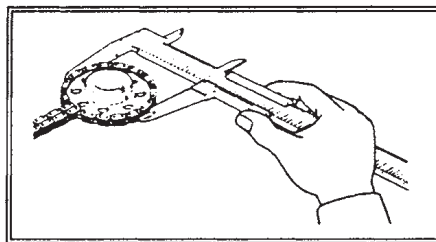

Рис. 51.
- Оберните цепь вокруг звездочки распределительного вала (рис. 51) и измерьте наружный диаметр цепи по роликам. Минимальный диаметр - 113,8 мм. Повторите проверку, обернув цепь вокруг звездочки коленчатого вала. Минимальный диаметр - 59,4 мм. Если хотя бы в одном случае диаметр будет меньше указанного, следует заменить цепь и обе звездочки одновременно.